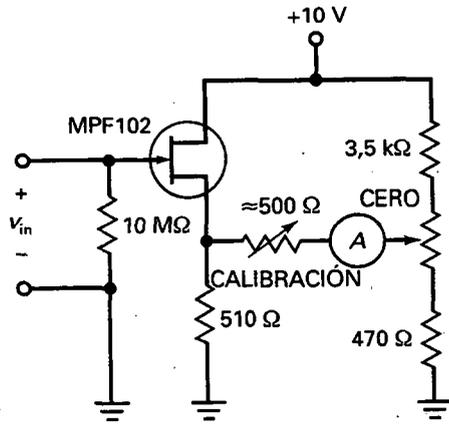

Figura 13-45
- 13-34. La Figura 13-45 muestra un voltímetro de continua implementado con un JFET. El ajuste de cero se realiza exactamente antes de que se tome la lectura. El ajuste de la calibración se efectúa periódicamente para proporcionar una desviación de toda la escala cuando $v_{in} = -2,5$ V. Un ajuste de la calibración como éste tiene en cuenta los efectos de las variaciones de un FET a otro y de envejecimiento del FET.